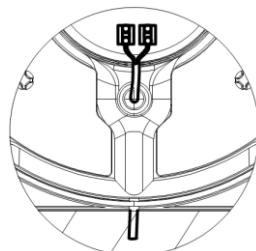

Рисунок 3 – Подключение светильника.
- 5.6. \*Заведите кабель через силиконовый гермоввод (Рисунок 3). Сечение внешней изоляции кабеля должно быть круглое. Рекомендуемый диаметр кабеля – от 4 до 6 мм (AWG 6-2), зачистка внешней изоляции кабеля – не более 20 мм. Заведите провода в быстрозажимную клеммную колодку внутри светильника. Рекомендуемая длина зачистки провода – 5-6 мм.